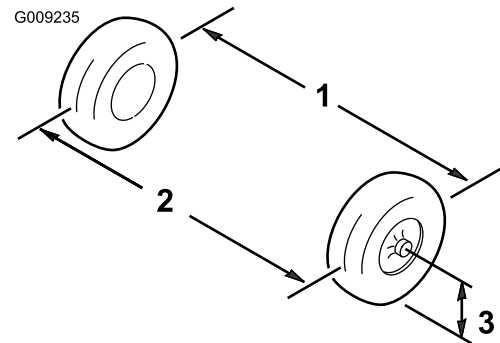

Bild 53
1. Messen Sie den Abstand zwischen beiden Vorderreifen auf Achshöhe (an der Vorder- und Rückseite der Vorderreifen) (Bild 53).